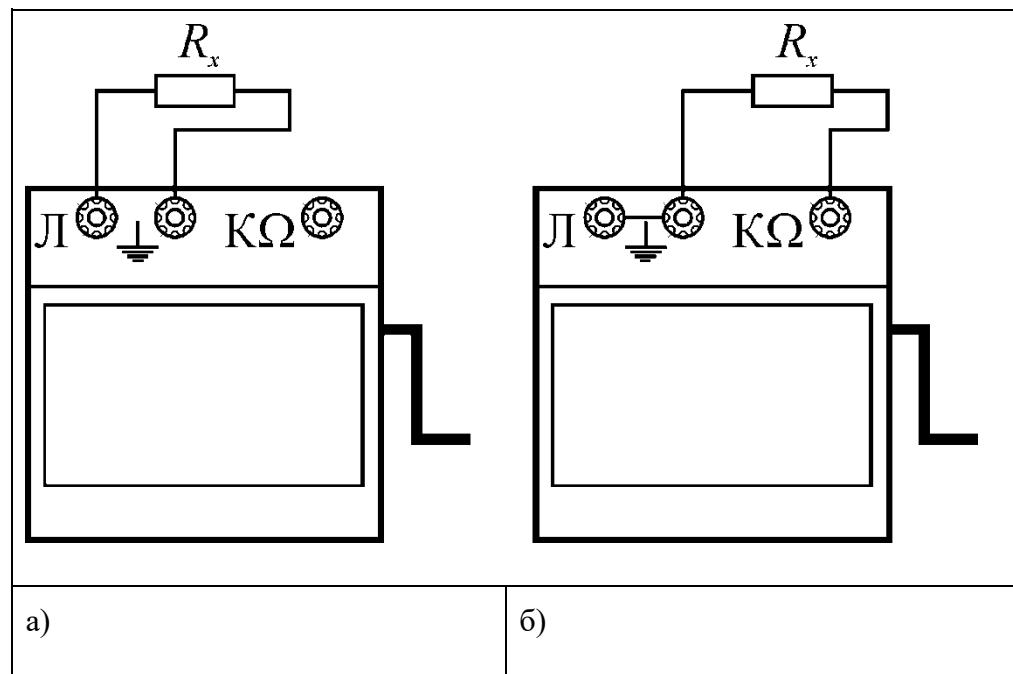

Рис.3 Схема подключения мегомметра
При измерении сопротивления изоляции на пределе «**MΩ**» измеряемое сопротивление подключается к зажимам «Л» (линия) и « $\perp$ » (земля)(рис.3а).
2. Вставляем щупы (рис. 3б), прокрутить ручку несколько раз и убедиться, что стрелка стремится к показу бесконечного сопротивления;
2. Схема (рис. 3 а; 4 а, б), таблица измерений.